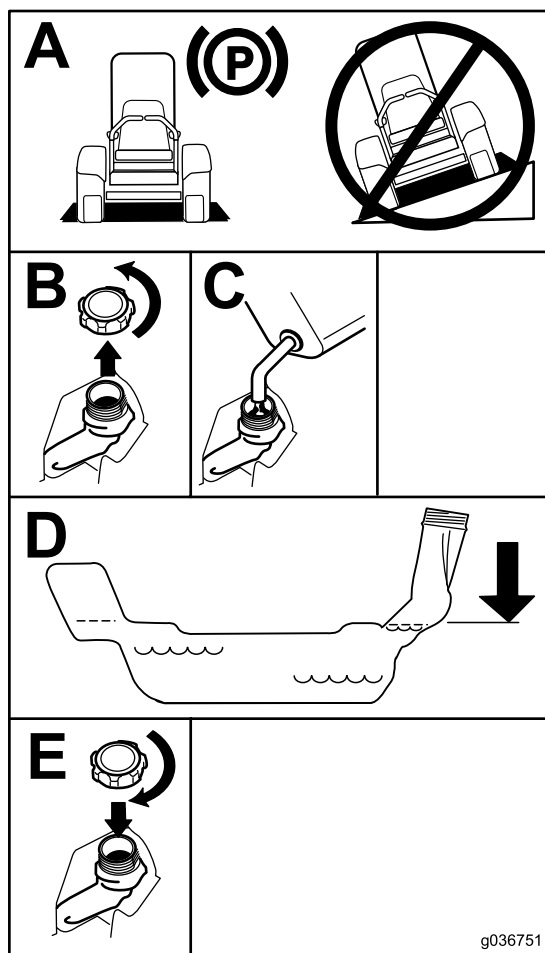

Figura 7
5. Encha o depósito de combustível até à extremidade inferior do tubo de enchimento (Figura 7).